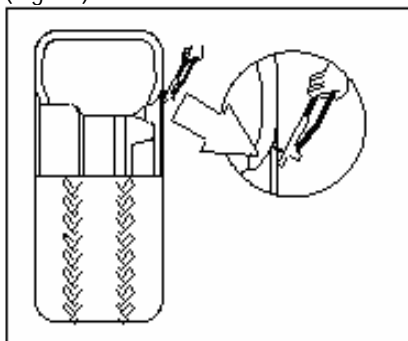

Fig.03
- Entfernen Sie alle Fremdkörper und Gewichte von der Felge (Fig. 03).